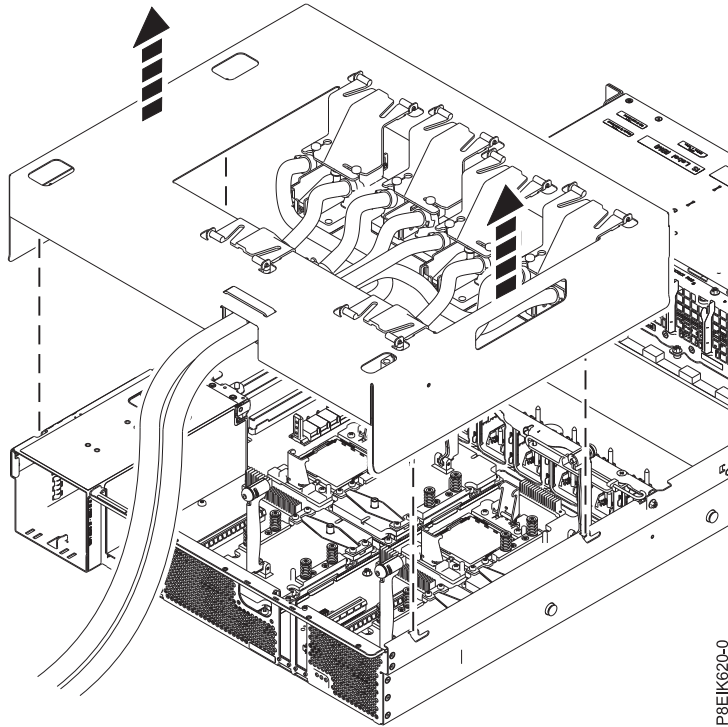

Figura 20. Cómo levantar la portadora de instalación de la placa refrigeradora
13. Una vez conectadas todas las placas refrigeradoras a la portadora de instalación de la placa refrigeradora, levante la portadora **directamente hacia arriba** del sistema, como se muestra en la Figura 20 en la página 18. Si la levanta con un ángulo, la portadora se engancha a los clips de placa refrigeradora.